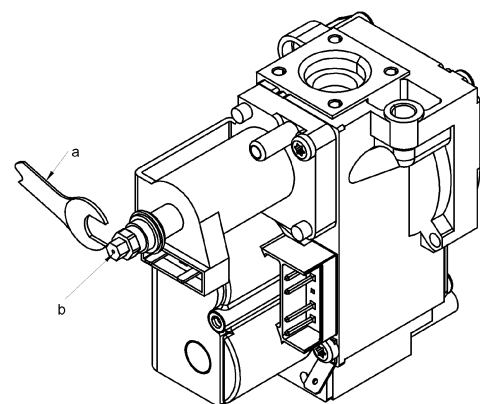

Abb. 12
- Die Messingschraube (**a**) der Abb. 12 so verstellen, bis die in Tabelle 1 angegebenen Werte erreicht werden.
- Das Netzkabel vom Steuerkopf abhängen und die Schraube (**b**) der Abb. 12 lösen, bis der Druckwert erreicht wird, der dem reduzierten Druck (siehe Tabelle 1) entspricht;